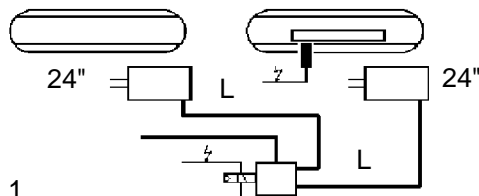

Bild 1
Die Leitungslänge zwischen ABS-Relaisventil und Bremszylinder soll möglichst kurz, maximal 2,5 m, sein. Werden zwei Bremszylinder von einem ABS-Relaisventil angesteuert, sind beide Arbeitsanschlüsse (2) — siehe auch Bild 1 Seite 14 — mit gleichlangen Leitungen zu den Bremszylindern zu versehen (Bild 1 und 2). Die Nennweite sollte zwischen 9 mm und 11 mm liegen. Die Vorratsleitungen zu den ABS-Relaisventilen (Anschluß 1) sollten eine möglichst hohe Nennweite ($NW \geq 9 \text{ mm}$) haben.